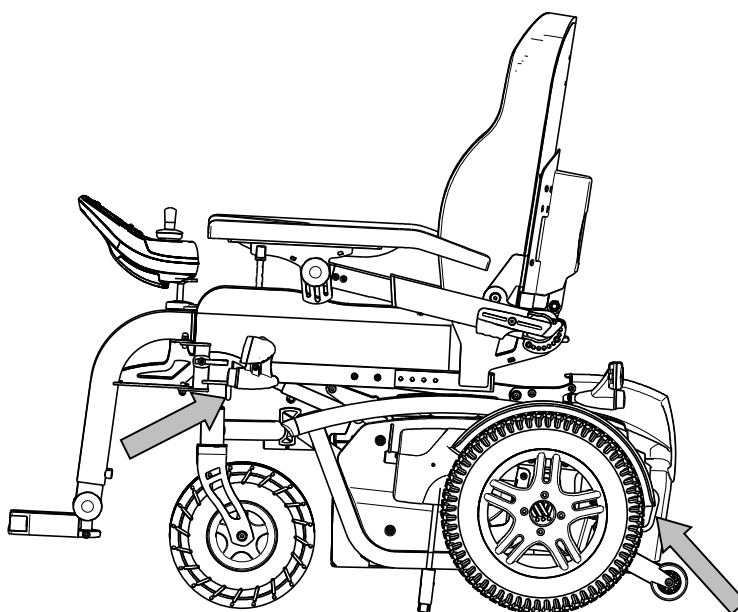

Figure 1
- 4. Si le coffre n'est PAS séparé de l'habitacle du véhicule ou fermé, attachez correctement le fauteuil roulant dans le véhicule à l'aide du système de sangle de fixation à quatre points (cf. Figure 1).
10. Fixez les sangles avant de sécurité comme indiqué par le fabricant, voir la figure 1.
12. Fixez les sangles arrière de sécurité comme indiqué par le fabricant, voir la figure 1.